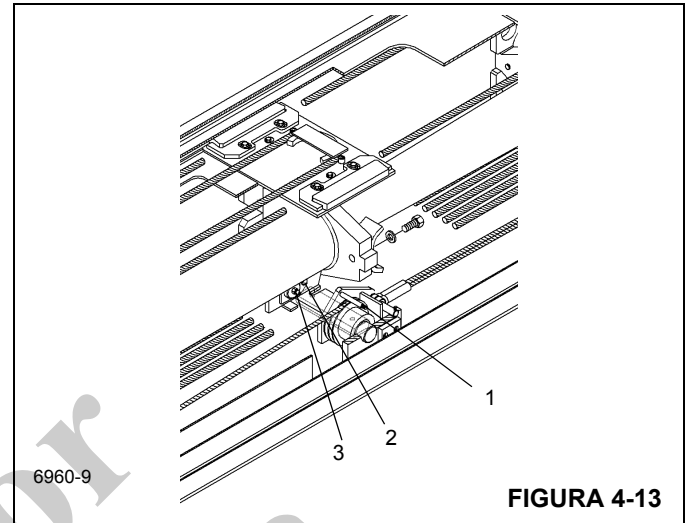

FIGURA 4-13
1. En la parte trasera de la sección central exterior, saque el perno y el buje retenedor del cable de encima de cada conjunto de polea de cable de retracción (1) Figura 4-13.
2. En los dos lados, saque los pernos que fijan cada miembro soldado de eje de polea de retracción (2) Figura 4-13. Retire el eje, el buje espaciador, el conjunto de polea y las dos arandelas de empuje. De ser necesario, quite la grasa (3) del miembro soldado de eje.